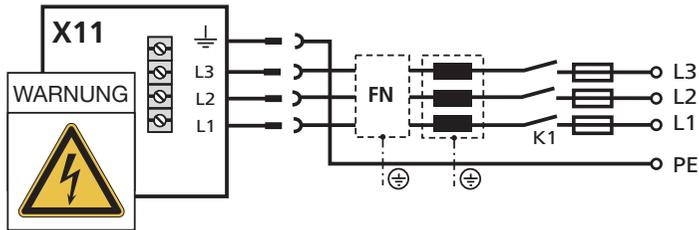

Bild 3.3 Anschluss Leistungsversorgung für MSD Einachssystem, 3-phasig (BG1 bis 4)
1) Versorgung für Leistungselektronik (Bezeichnung und Anschluss Technik variieren nach Baugröße und Geräteart, Details siehe Bild 3.3 bis Bild 5.5 sowie in der Betriebsanleitung des jeweiligen Gerätes)